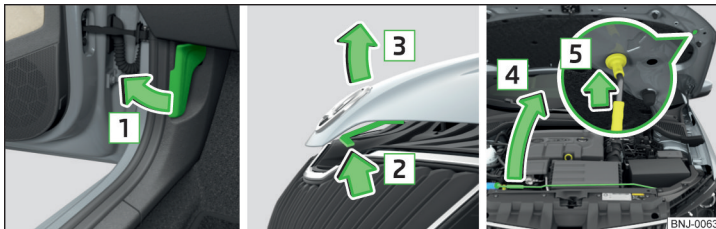

Рис. 167 Відчинення капоту
- Відкрийте передні двері, та потягніть важіль відпирання під панеллю приладів у напрямку стрілки **1** » Рис. 167.